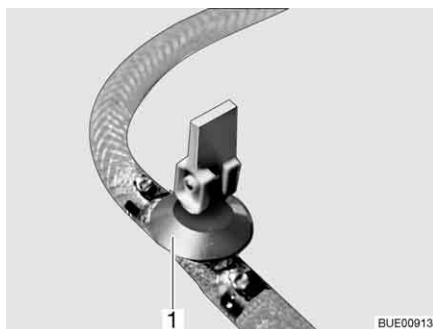

Fig. 209 Torneira de descarga
- Feche a torneira/as torneiras de descarga. Para isso, coloque a alavanca basculante (Fig. 209,1) em posição horizontal.
- Abra a torneira/as torneiras de descarga (Fig. 209). Para isso, coloque a alavanca basculante (Fig. 209,1) em posição vertical. O termoacumulador é despejado para fora.